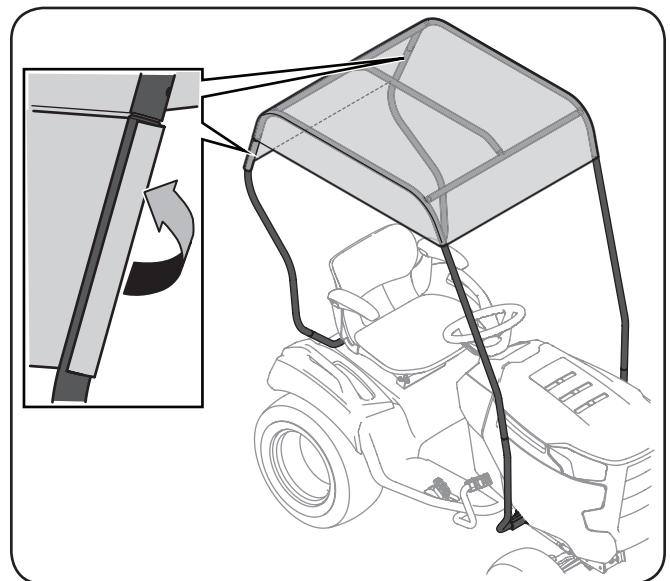

Figura 3-8
- Hay dos correas más largas en la aleta de malla trasera del parasol. Enrósquelas alrededor de los soportes traseros y sujételas como se indica en la Figura 3-8.